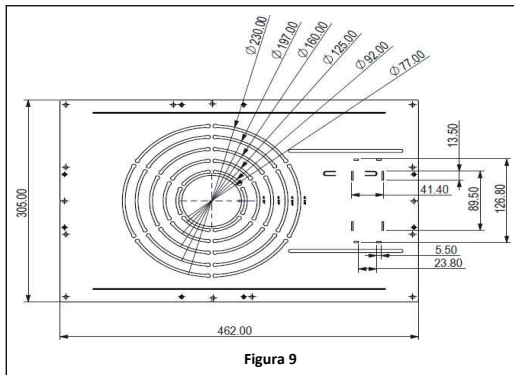

Figura 9
1. Selecciona el tamaño del orificio haciendo coincidir la lámpara con los anillos impresos en el kit del marco. Selecciona el anillo que sea ligeramente más pequeño que el diámetro exterior de la lámpara. Con unos cortadores, corta el anillo que corresponde al tamaño de la lámpara a instalar (ver las Dimensiones del kit de armazón para referencia al tamaño de la lámpara). **Ver Figura 9.**